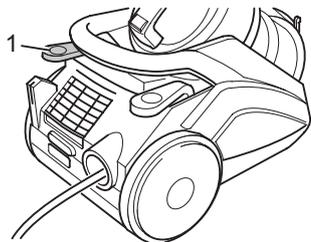

Abb. 14
4. Schalten Sie den Bodenstaubsauger am Ein-/Aus-Schalter (Abb. 14/1) ein.